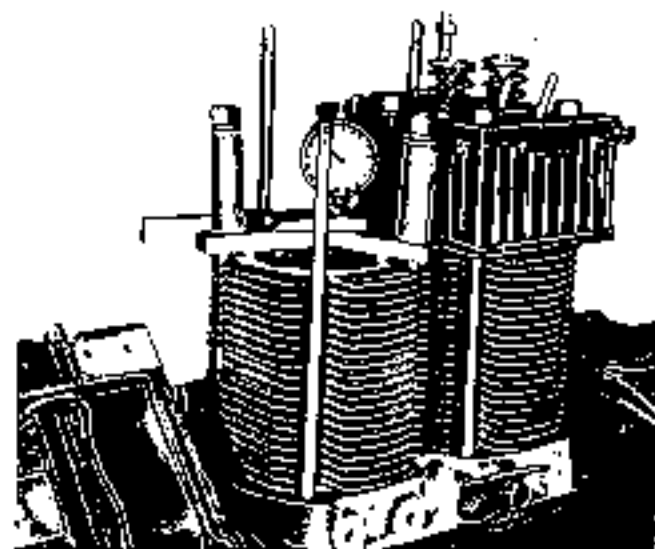

Fig. 34 - Controllo della distanza tra il cielo del pistone ed il piano di appoggio della guarnizioni del a testa del cilindro
Controllare che il cielo del pistone al P.M.S. disti dai valori previsti rispetto al piano di appoggio delle guarnizioni di testa con i seguenti attrezzi (Fig. 34).
- montare, la massa, con la lettera S bullinata, nella sua sede, nel supporto B, indi inserire anche la massa D facendo coincidere i denti bullinati, come riportato in fig. 34 b;
- il gruppo così ottenuto dovrà essere montato sotto il monoblocco curando che i riferimenti dai denti coincidano come in fig. 34 b.
Fig. 34 b - Registrazione e misura in fase delle masse controllanti